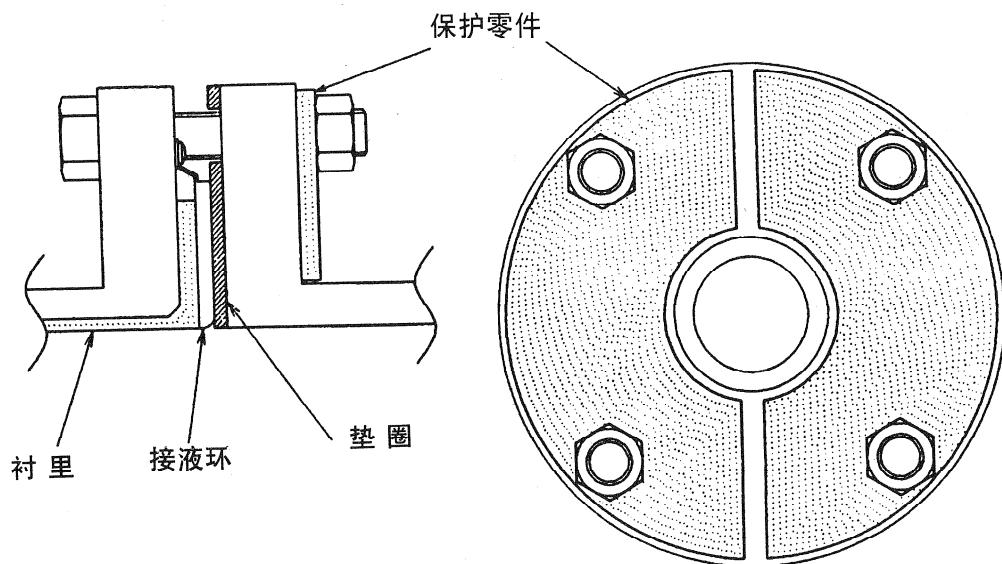

图 2-27 在 2.5A-1100A 的条件下材质为 SUS, 以及在 250A-1100A 的条件下材质为 SUS 以外的场合 (使用保护零件)
按规定的力矩紧固，可能会发生氯乙烯配管变形或损坏的场合必须用保护零件。请使用厚度为 6mm 以上的不锈钢材等作为保护零件，使紧固螺帽后管道不发生变形。零件的形状参照图 2-27。
2. 按规定的紧固力矩安装担心氯乙烯配管变形损坏的场合请使用保护零件如图 2-27 所示, 金属保护零件安装在氯乙烯法兰外侧夹住氯乙烯法兰, 做到即使使用规定的紧固力矩也不会使配管变形或损坏, 安装上检测器, 紧固力矩参照 2-27 ~ 29 页的表 2-5。另外, 垫圈的内径可参照 2-32 页的表 2-6。